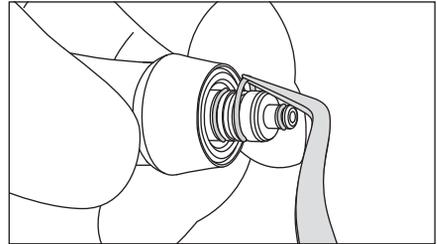

Fig. 18
*Si de la poudre adhère aux joints, retirez-les et nettoyez-les minutieusement. Nettoyez également les rainures. (Fig. 18)